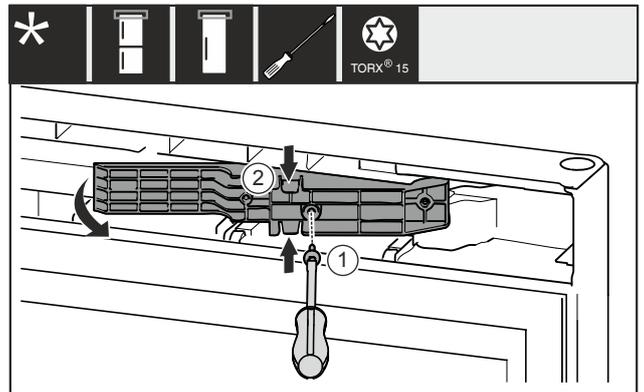

Fig. 13 *
- ▶ Извлеките винт Fig. 13 (1)*
- ▶ Слегка сожмите деталь адаптера Fig. 13 (2) сверху и снизу и извлеките ее.*